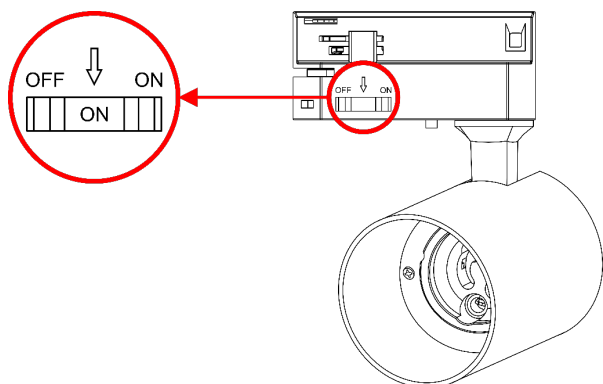

Fig. 09
05) Seleccione ENCENDIDO con el **interruptor de encendido (05)** como se muestra en la Fig. 09.